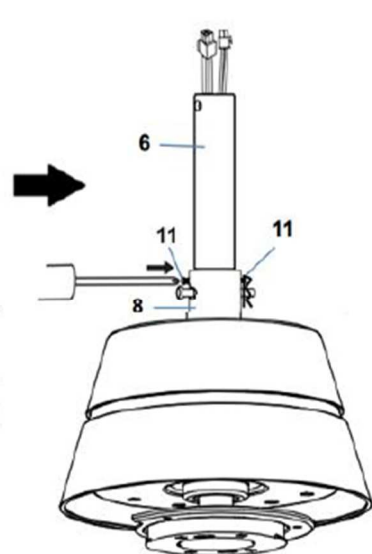

Abbildung 4.4
4. Stecke die Stange in das Kupplungsgehäuse, richte die Löcher aus, setze den Sicherungstift ein und sichere ihn mit dem Clip (Abbildung 4.4).
5. Ziehe die Madenschrauben wieder fest an (Abbildung 4.4).